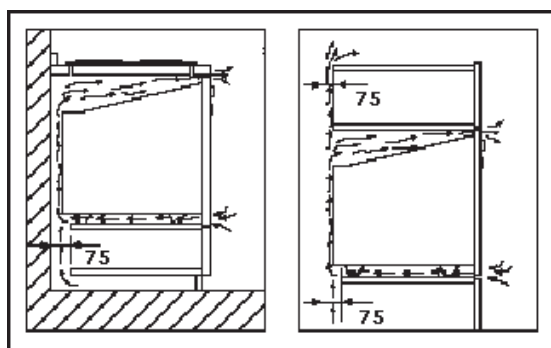

Рисунок 3
- Заднюю панель кухонного шкафа необходимо снять, чтобы обеспечить свободную циркуляцию воздуха. При установке за духовым шкафом необходимо обеспечить зазор не менее 75 мм (**см. рис. 3**).